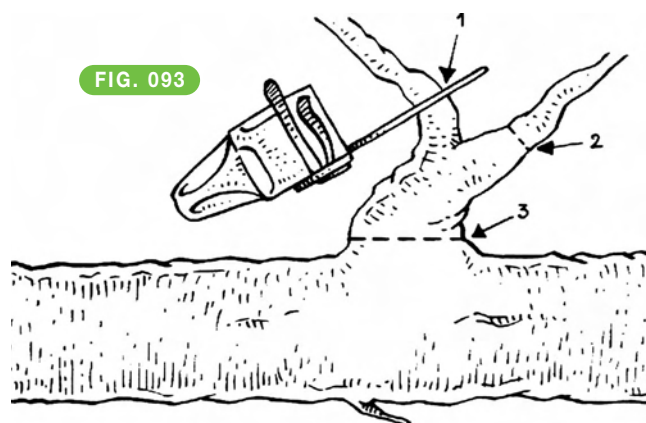

FIG. 093
- Vigilar las ramas tensionadas. Proceder con cortes secuenciados, evitando que desplacen bruscamente la máquina o que golpeen al operario. **FIG. 093**